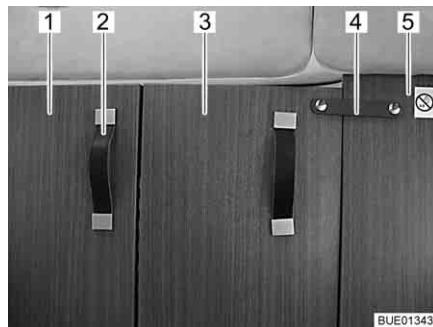

Bild 57 Fahrerhausabtrennung, geschlossen
- Fahrerhausabtrennung (Bild 57,1) am Griffband (Bild 57,2) ganz nach innen ziehen.
- Den klappbaren Teil der Fahrerhausabtrennung (Bild 57,3) mit dem Sicherungsband (Bild 57,4) an der festen Zwischenwand (Bild 57,5) hinter dem Beifahrersitz befestigen.